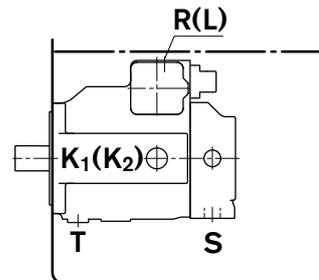

Bild 3
a) Wenn minimaler Flüssigkeitsspiegel gleich oder oberhalb der Pumpenoberkante: Leckflüssigkeitsanschluss und Anschluss »S« offen (vgl. Bild 3).